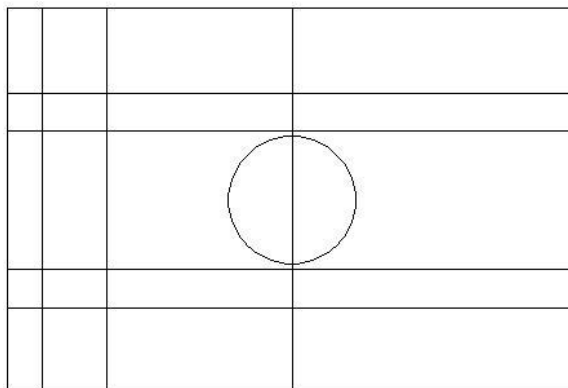

Figura 14 - Construção do Campo
18. Especifique a distância de (23) e tecle enter
22. Clique na linha de fundo e dentro do campo respectivamente. E obtenha a figura 14.